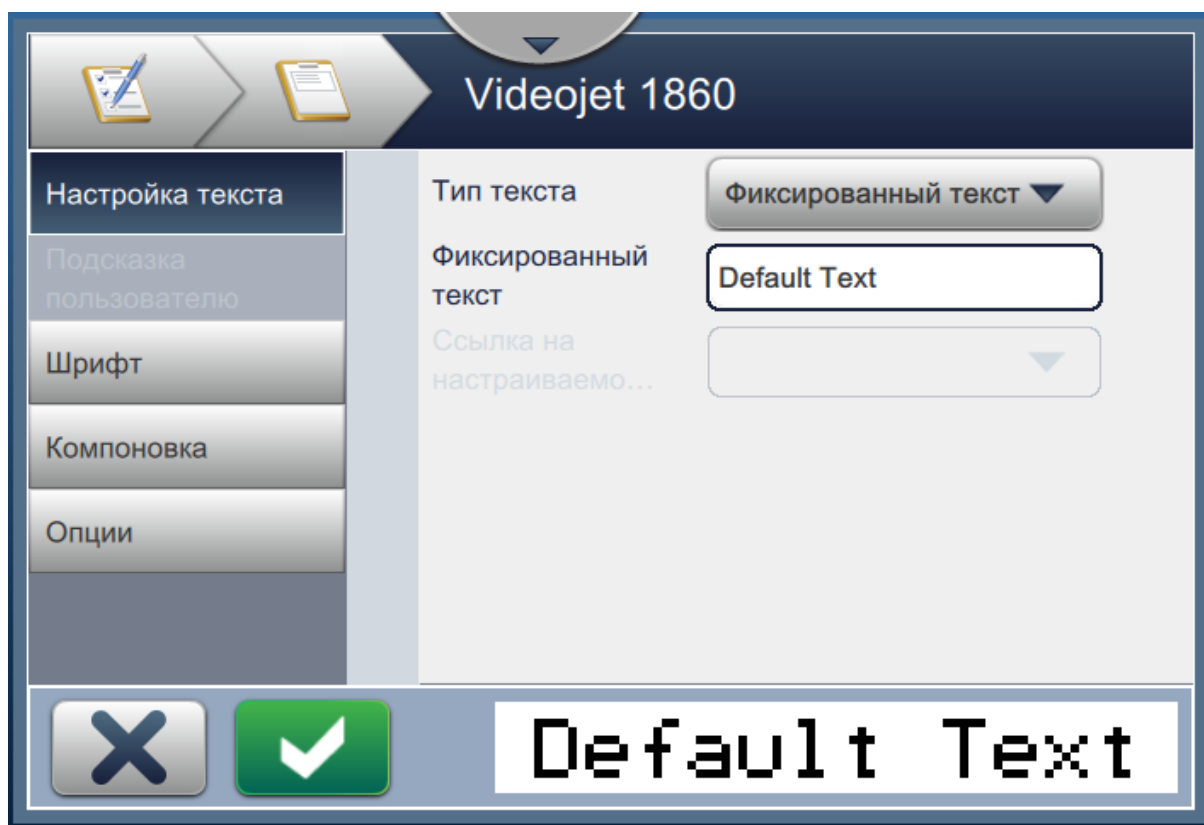

Рис. 5-5. Экран настройки полей
8. Внесите необходимые изменения на экране настройки выбранного поля, как показано на Рис. 5-5. Нажмите кнопку  , чтобы сохранить требуемый формат поля.